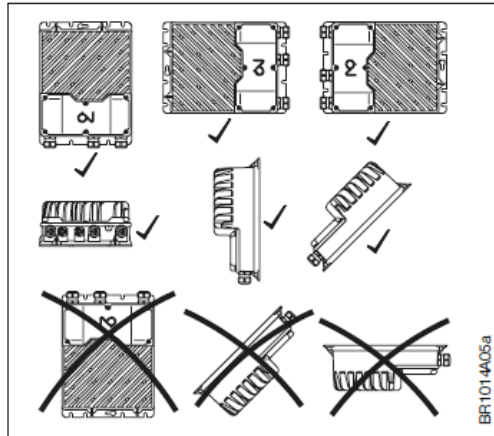

Abbildung 3-6:
- Um die spezifizierte Schutzart aufrecht zu erhalten, dürfen Kabelverschraubungen nicht nach oben gerichtet sein. Siehe Abb. 3-6
- NI-DV kann vertikal, in Schräglage oder horizontal montiert werden. Siehe Abb. 3-6.